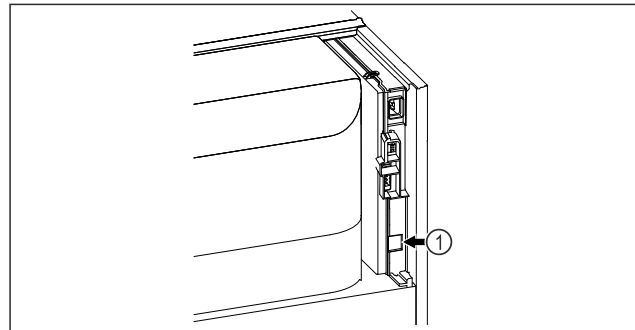

Fig. 92
- SmartModule Fig. 92 (1) встановлено.